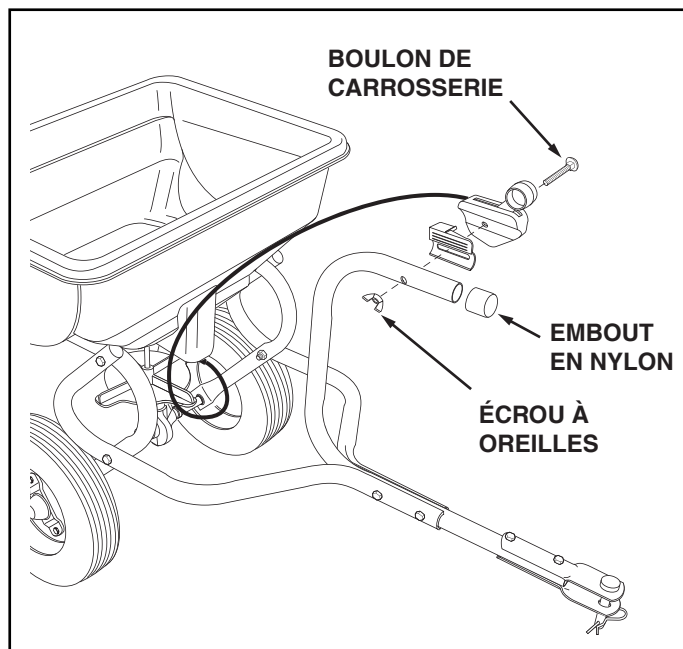

FIGURE 4
6. Montez l'embout en vinyle sur le tube de commande de l'attelage. Voir la Figure 4.
7. Fixez le câble de commande au tube de commande de l'attelage en utilisant le boulon de carrosserie et l'écrou à oreilles en nylon. Voir la Figure 4.